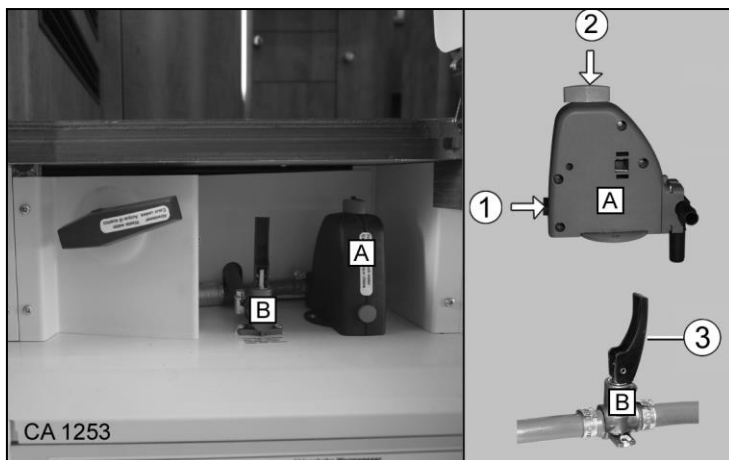

Fig. 139 Robinet de vidange (A) Chauffe-eau/robinet de vidange (B) Circuit hydraulique
- Placer le culbuteur (Fig. 139/3) du robinet de vidange (Fig. 139/B) uniquement horizontalement ou verticalement. Ne pas le tordre ! Le fait de tordre le culbuteur risque d'endommager le robinet de vidange et va le rendre non étanche. En cas de non-respect, la garantie Carthago prend fin.
1. Fermer le robinet de vidange (Fig. 139/A). Appuyer sur le bouton (Fig. 139/1) et verrouiller le bouton rotatif (Fig. 139/2).
2. Fermer le robinet de vidange (Fig. 139/B). Pour cela, placer les culbuteurs (Fig. 139/3) horizontalement.